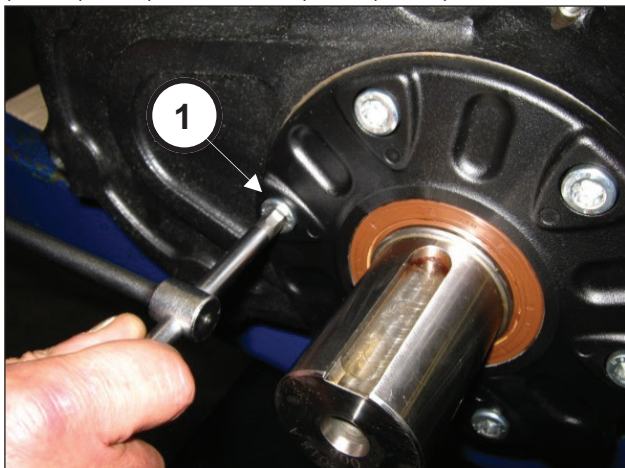
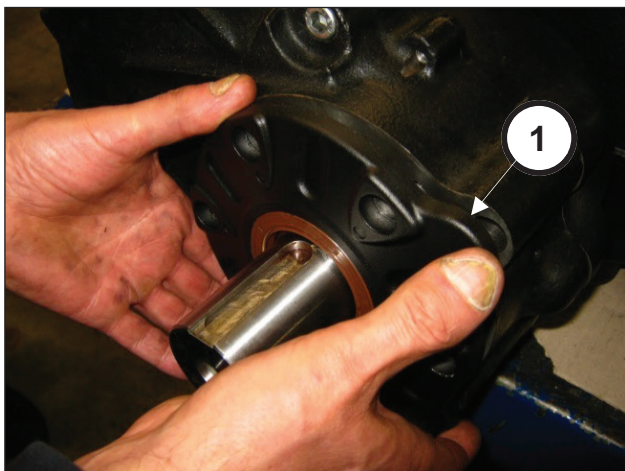

Рис. 4
Рис. 5
Открутите винты крепления крышки приводной шестерни (поз. ①, Рис. 4) и снимите ее (поз. ①, Рис. 5).